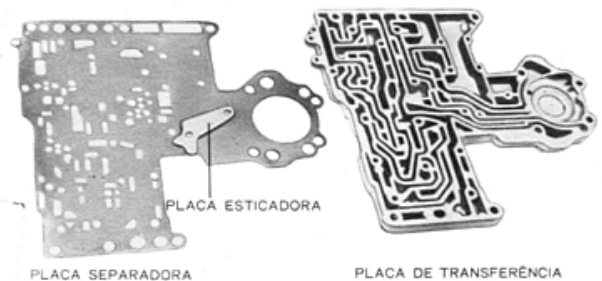

Fig. 36 — Placa separadora e placa de transferência
- Colocar a placa separadora sobre a placa de transferência (Fig. 36). Instalar a placa esticadora e os parafusos de retenção exatamente como mostrado. Assegurar-se de que todos os orifícios de parafusos estejam alinhados, então, apertar dois parafusos da placa de transferência e os dois parafusos da placa com um torque de 28 lbs pol.